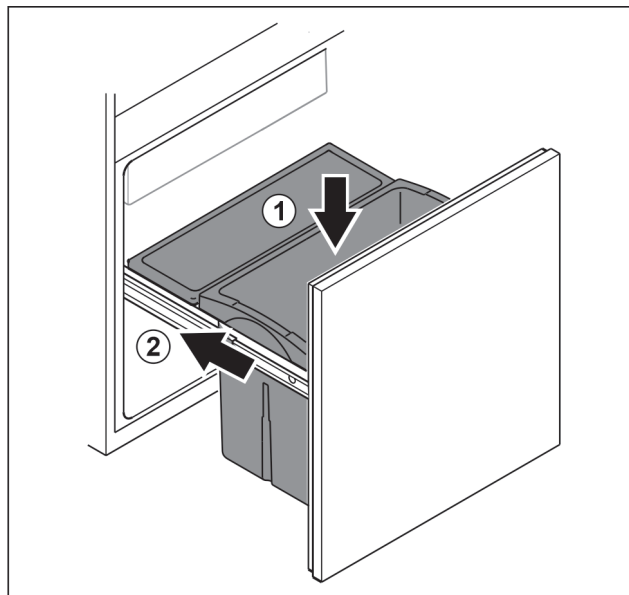

Fig. 102
- ▶ Vložte zásuvku shora. Fig. 102 (1)
- ▶ Zasuňte vysouvací vozík. Fig. 102 (2)